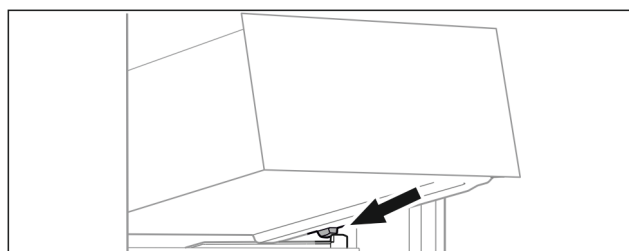

Fig. 92
- ▶ Predal postavite v poševnem položaju za zaustavljalniki na nastavek za posodo. (glejte Fig. 92)